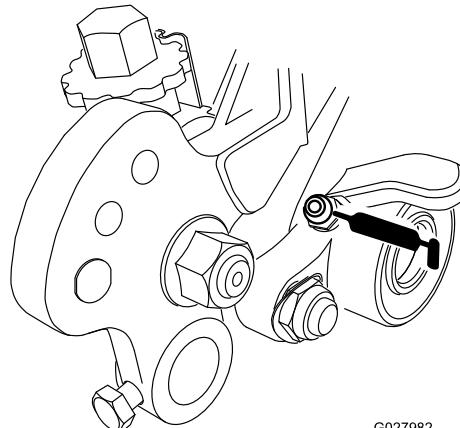
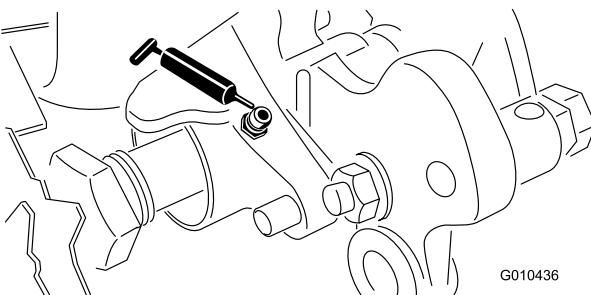

図 17
図 18
33. グルーマベアリング図 17 と図 18 は、1週間または10運転時間ごとにグリスアップを行い、長期保管後に再び使用を開始するとき、および水洗いした直後には前記整備間隔に関わらずグリスアップを行う。グリスがグルーマシャ